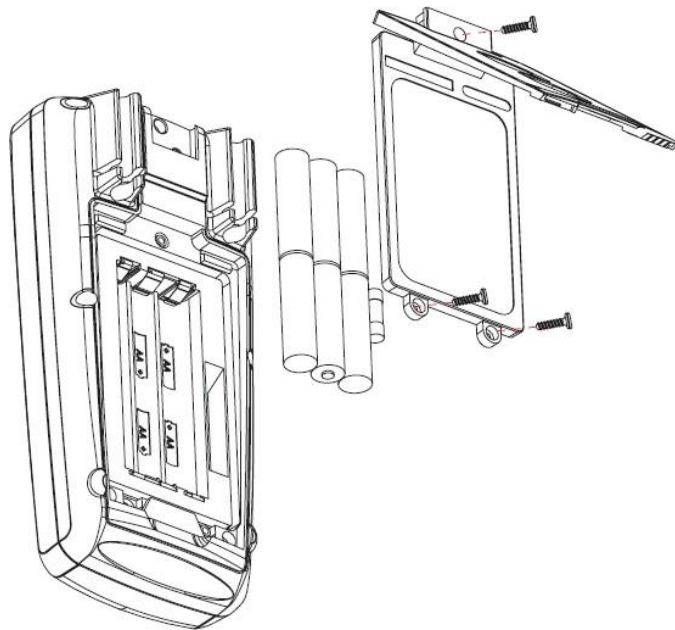

Fig. 10. Inlocuire baterii
2. Instalare sau inlocuire baterii/siguranta (vezi fig. 10)